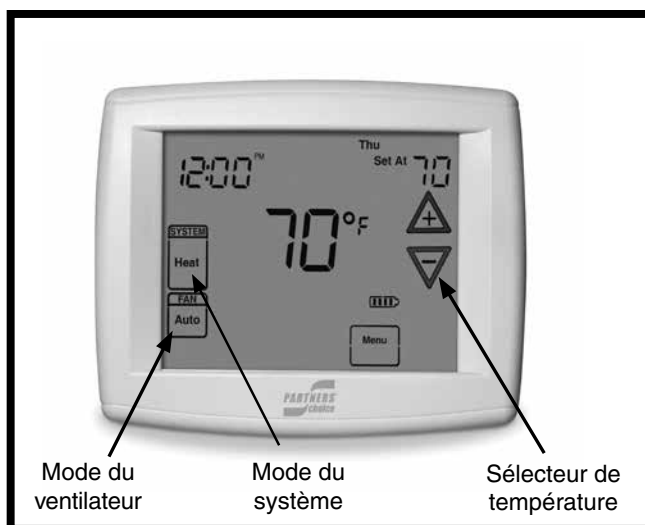

Figure 1. Thermostat numérique
1. Réglez le commutateur du thermostat sur le mode du système COOL ou AUTO et le mode du ventilateur sur AUTO. Voir la Figure 1.
1. Réglez le commutateur du thermostat sur le mode du système HEAT ou AUTO et le mode du ventilateur sur AUTO. Voyez la Figure 1.
1. Réglez le commutateur du thermostat sur le mode du système AUTO et le mode du ventilateur sur AUTO. Voir la Figure 1.
On utilise généralement le ventilateur intérieur en continu pour faire circuler l'air ambiant et régulariser les écarts de température causés par le rayonnement du soleil, une présence accrue de personnes ou l'utilisation d'équipement mécanique. Réglez le mode du ventilateur du thermostat sur ON (Figure 1). Le ventilateur intérieur démarrera immédiatement et continuera de fonctionner jusqu'à ce qu'il soit réglé sur AUTO.
Régler le commutateur du thermostat sur la position d'arrêt (OFF) et le commutateur du ventilateur du thermostat sur AUTO (voir la Figure 1). **REMARQUE :** Le système ne fonctionnera pas, peu importe les réglages du sélecteur de température.